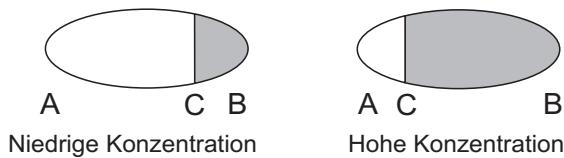

Abbildung 1.3 Optische Abbilder
Der Brechungsindex n_D ändert sich mit der Konzentration der Prozesslösung und der Temperatur. Wenn sich die Konzentration verändert, wird der Brechungsindex normalerweise bei steigender Konzentration ebenfalls größer. Bei höheren Temperaturen ist der Brechungsindex kleiner als bei tieferen Temperaturen. Daraus folgt, daß das optische Abbild sich mit der Konzentration der Prozesslösung, wie in Abbildung 1.3 gezeigt, verändert. Die Farbe der Lösung, Gasblasen oder ungelöste Partikel beeinflussen die Position der Grenzlinie (C) nicht.